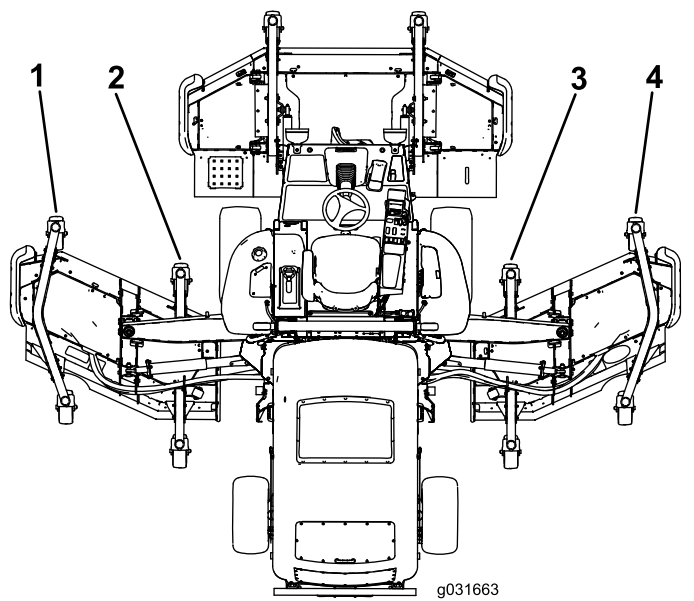

Bild 29
5. Entfernen Sie, wenn die innere Schnittkante des Flügelmäherwerks im Verhältnis zur äußeren Kante des Frontmäherwerks zu hoch ist, eine 1 Beilagscheibe von der Unterseite des vorderen inneren Laufradarms am Flügelmäherwerk (Bild 28 und Bild 29).
- Wenn die Innenkante weiterhin zu hoch ist, entfernen Sie eine weitere Beilagscheibe von der Unterseite des vorderen inneren Laufadarms des Flügelmähwerts und eine Beilagscheibe vom vorderen äußeren Laufadarm am Flügelmähwert (**Bild 28** und **Bild 29**).
- Fügen Sie, wenn die innere Schnittkante des Flügelmähwerts im Verhältnis zur äußeren Kante des Frontmähwerts zu niedrig ist, eine Beilagscheibe ($\frac{1}{8}$ Zoll) zur Unterseite des vorderen inneren Laufadarms am Flügelmähwert hinzu (**Bild 28** und **Bild 29**).